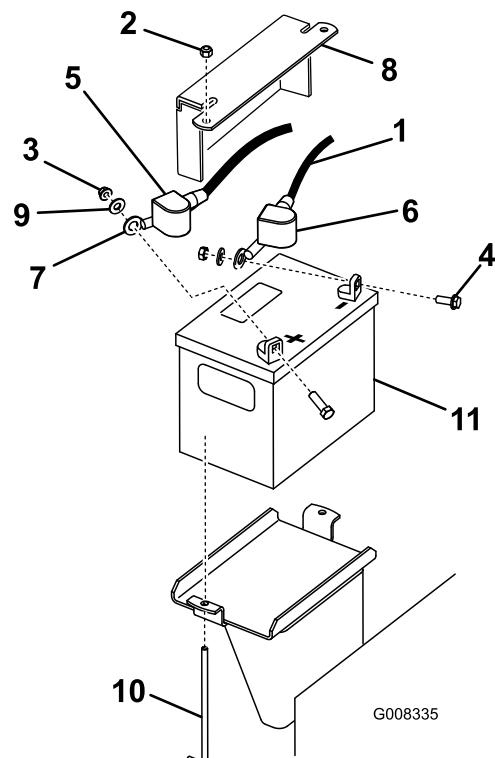

Figura 39
3. Levante a tampa de borracha preta no cabo negativo. Desligue o cabo negativo da bateria do terminal negativo (-) da bateria (Figura 39).
4. Faça deslizar a proteção do terminal vermelho do terminal positivo (vermelho) da bateria, depois retire o cabo positivo (vermelho) da bateria (Figura 39).
5. Retire a placa de suporte, os pernos em J e as porcas que seguram a bateria (Figura 39) e retire a bateria.
1. Coloque a bateria na máquina (Figura 39).
3. Primeiro, instale o cabo positivo (vermelho) da bateria no terminal positivo (+) da bateria com uma porca, anilha e perno (Figura 39). Coloque a proteção de borracha no borne.
4. Em seguida, instale o cabo negativo da bateria e o cabo de massa no terminal negativo (-) da bateria com uma porca, anilha e perno (Figura 39). Coloque a proteção de borracha no borne.